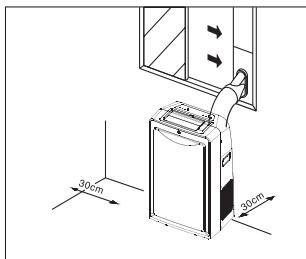

Рис. 7
- Подсоедините один конец шланга к отверстию кондиционера, предназначенному для выброса воздуха. Надавив на шланг вниз, убедитесь, что он надежно закреплен (см. рис. 7).
- Подсоедините один конец шланга к отверстию кондиционера, предназначенному для выброса воздуха. Надавив на шланг в указанном стрелкой направлении, убедитесь, что он надежно закреплен (см. рис. 7).